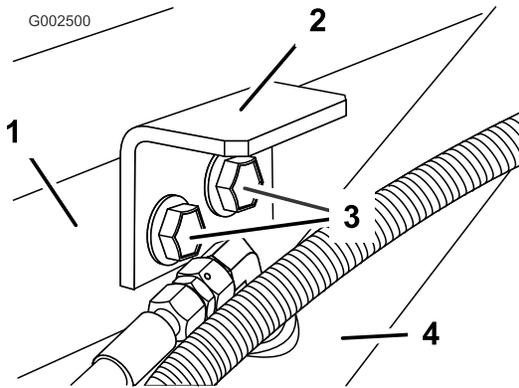

Figura 17
3. Instale los soportes de sujeción usando los dos pernos y tuercas con arandela prensada que retiró anteriormente (Figura 17).